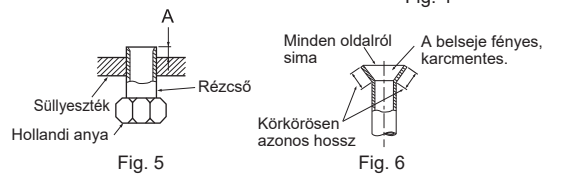

Fig. 5
- Illessze az elvezető tömlőt egészen az elvezető tálca talpához (végcsatlakozó). (Fig. 5)